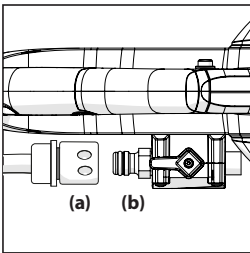

FIG. 6a & b
- Poussez le connecteur de tuyau (Fig. 6A) sur l'adaptateur de tuyau du robinet d'eau (Fig. 6B) un clic se produira quand le connecteur du tuyau sera sécurisé.